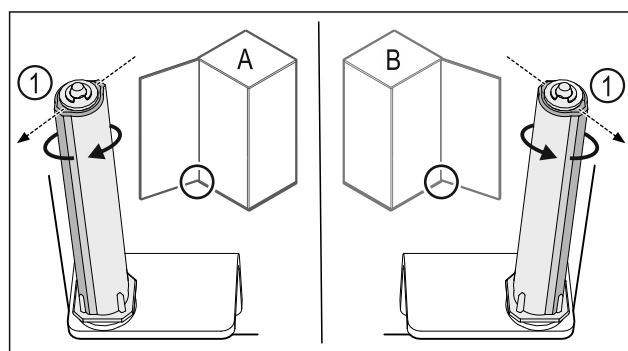

Fig. 49 Hapja majtas (A) / Hapja djathtas (B)
- ▶ Rrotulloni sistemin e mbylljes kundër rezistencës, derisa shufra e sistemit të mbylljes Fig. 49 (1) të jetë drejtuar nga jashtë.